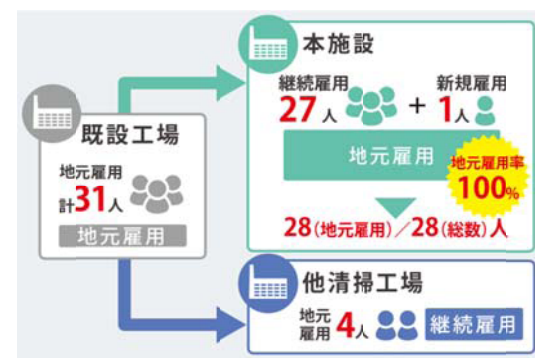

図10 地域人材の最大活用
- 既設工場に就労している地元運転員31名全員を継続雇用（図10）